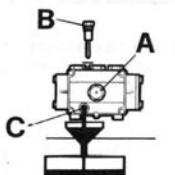

FIG.13
- Отверните сливную пробку в днище насоса (рис.13 C)
- Отверните пробку с контрольным щупом (рис.13)